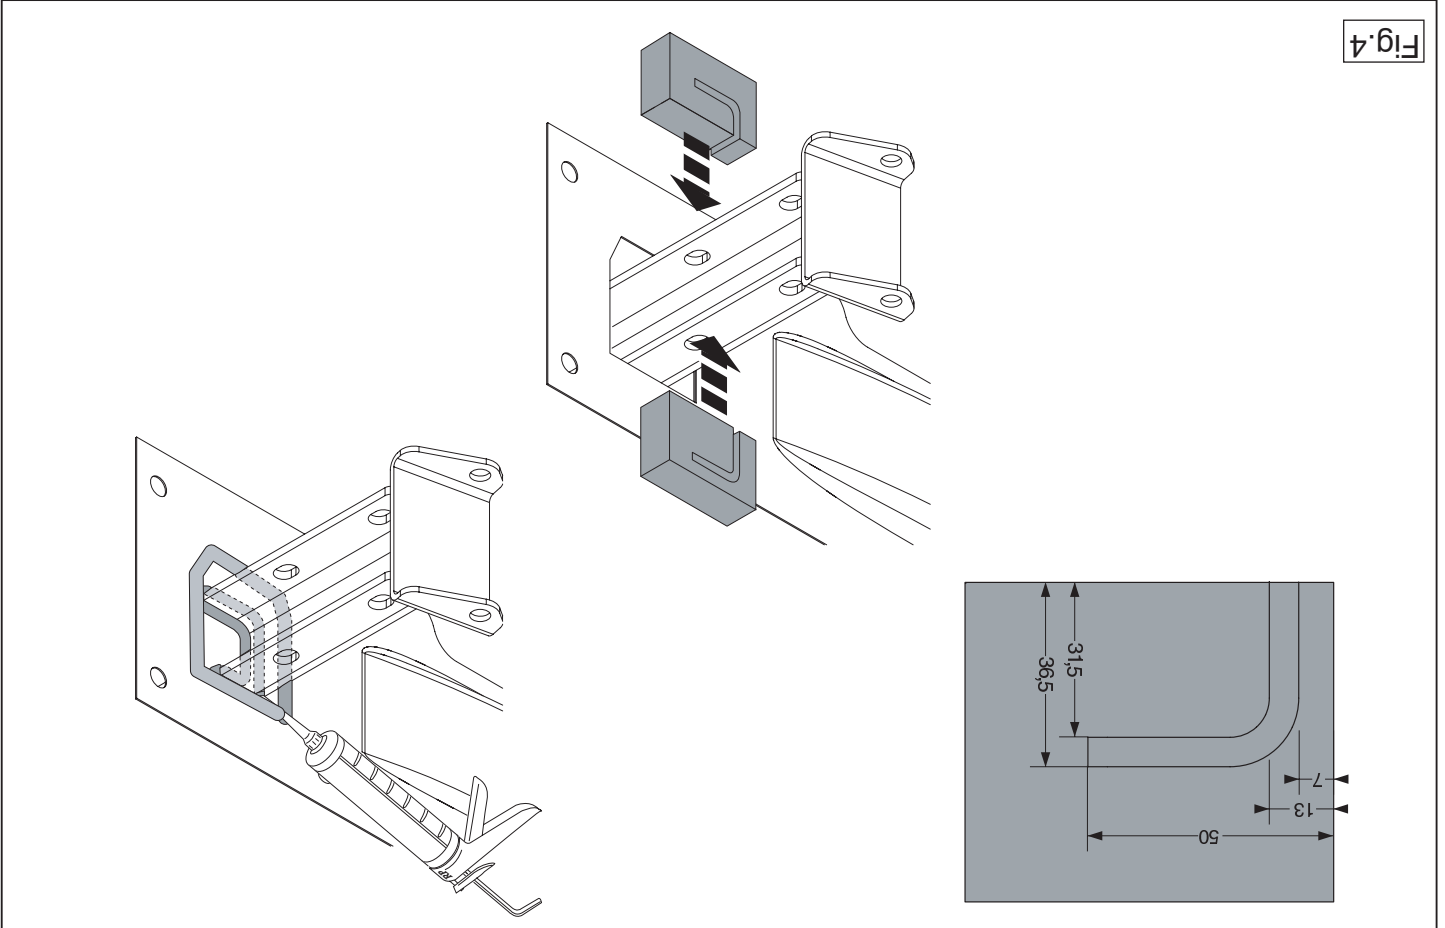

Fig.4
10. Die vier PE-Schaumböcke als Dichtung in den Fahrgestellträger einsetzen. Siehe Abbildung 4.
10. Placer les quatre blocs de mousse en polyester en guise de colmatage dans les longerons de châssis. Voir la figure 4.